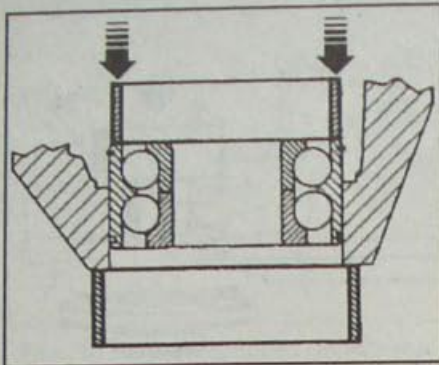

Рис. 10.22. Использование прессы и оправок Rou. 1392 и Т. Ав. 1230 для запрессовки наружного кольца подшипника в поворотный кулак
- Оправками, использовавшимися для снятия, запрессуйте наружное кольцо подшипника в поворотный кулак (рис. 10.22).